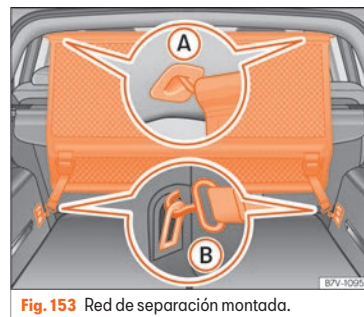

Fig. 153 Red de separación montada.
• Enganche la red de separación en el alojamiento izquierdo del techo » **fig. 153** ①.
- Enganche la red de separación en el alojamiento derecho del techo comprimiendo la varilla transversal »» fig. 153 (A).
- Enganche los dos ganchos de la red de separación en las argollas de amarre del maletero »» fig. 153 (B) y tense bien los cinturones de fijación.
- Desenganche los ganchos de la red de las argollas de amarre »» fig. 153 (B).
- Desenganche la red de separación del alojamiento derecho del techo »» fig. 153 (A) comprimiendo la varilla transversal.